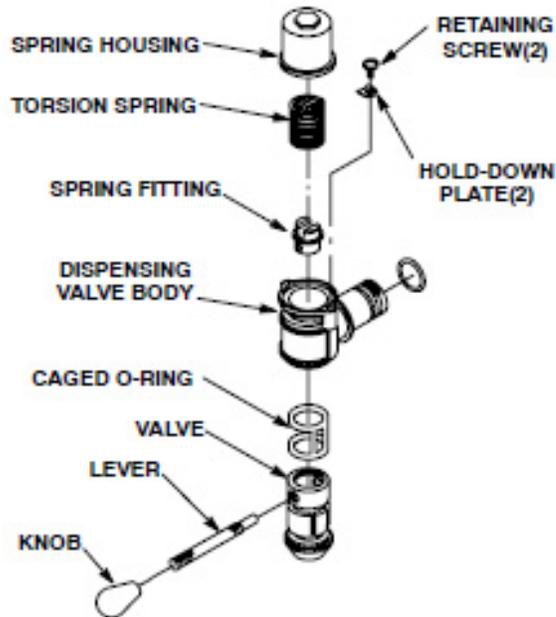

Figure 36. Distribution des soupapes à fermeture automatique
Reportez-vous à la Figure 36. et procéder comme dans le Tableau 40. pour lubrifier ou changer les joints toriques "cage" dans chaque valve dis-pensing sur l'appareil.
6.	Démonter le robinet de distribution (voir Figure 36.).